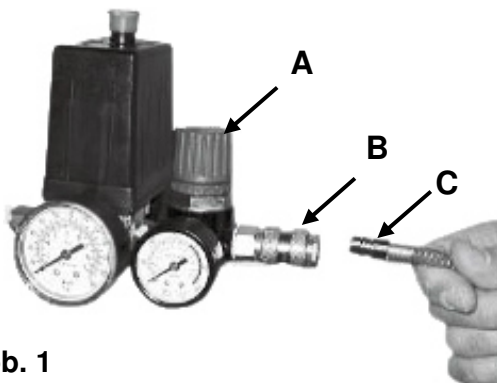

Abb. 1
2. Verbinden Sie den Druckluftnippel **C** des Schlauchs mit der Druckluftanschluss-Kupplung **B** (Abb.1).